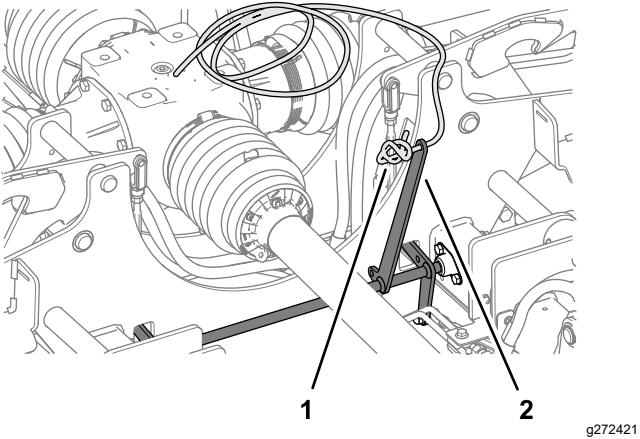

Figure 11
- Passez l'extrémité du cordon de verrouillage des tabliers dans le trou du levier de verrouillage et attachez solidement le cordon (Figure 11).